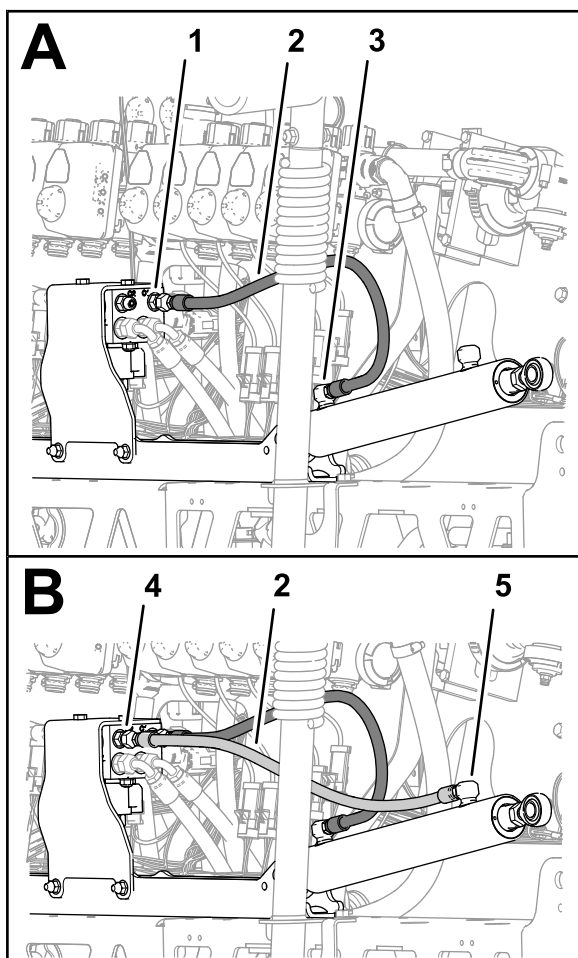

Bild 118
3. Montieren Sie einen neuen Hydraulikschlauch (1/4" x 24-3/4") lose zwischen dem Ausfahranschluss des rechten Auslegerhubzylinders und Anschluss C1 des Auslegerhubverteilers (Bild 118).
4. Montieren Sie einen neuen Hydraulikschlauch (1/4" x 24-3/4") lose zwischen dem Rückzuganschluss des rechten Auslegerhubzylinders und Anschluss C2 des Auslegerhubverteilers (Bild 118).
5. Ziehen Sie die Schlauchanschlussstücke an den Ausfahr- und Rückzuganschlüssen der Hubzylinder (Bild 117 und Bild 118) bis auf 21-26 Nm an.
6. Ziehen Sie die Überwurfmutter der Schläuche am Auslegerhubverteiler (Bild 117 und Bild 118) bis auf 24-30 Nm an.